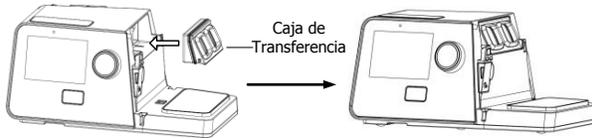

Fig. 18-3
(3) **Colocar de nuevo la Caja de Transferencia:** Como se muestra en la Fig. 18-3.